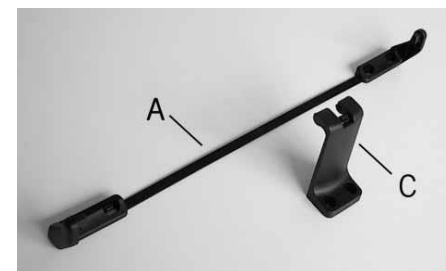

Рисунок 8
- b) Выберите подходящие кронштейны (Рис. 8).